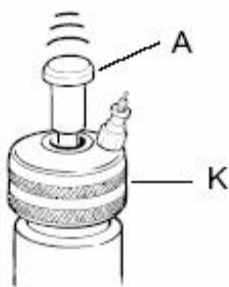

fig.12 (рис. 12)
- On cap K is mechanical level indicator A which rises by about 1 cm when the fluid is depleted (fig.12)
- Колпачок К имеет механический индикатор уровня А, который поднимается примерно на 1 см, когда жидкость заканчивается (рис.12)